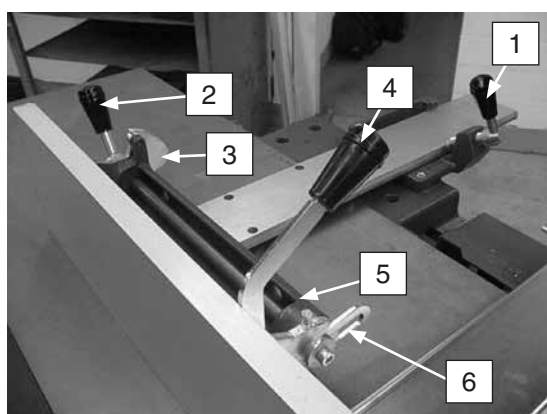

Fig.6
1. De vlakschaafgeleiding kan in de breedte verschoven worden na het lossen van hendel (1 fig.6, en fig 6 bis 1)
2. Het onderhoekstellen van de schaafgeleiding op elke gewenste hoek tussen 90° en 45° kan gebeuren door het lossen van hendel (fig.6, 2), en het bedienen van de hendel (fig.6,4). De gewenste hoek kan afgelezen worden op de gradenverdeling (fig.6,3)
3. Na het instellen van de gewenste hoek moet men de klemhendels (fig.6,1 en fig.6 bis1) goed aanspannen.
4. De 45° aanslagbout (fig.6,5) bevindt zich onderaan de steun, de 90° aanslagbout (fig.6,6) bovenaan de schaafgeleidingssteun.